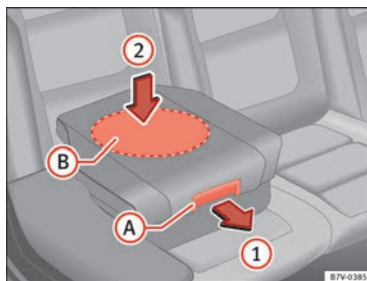

Fig. 33 Asiento integrado para niños: bajar el cojín.
- Tire del cojín hacia adelante por la palanca de desbloqueo ⇒ fig. 33 (A) en la dirección de la flecha 1.
- Empuje el cojín hacia abajo por la zona central (B) en la dirección de la flecha 2 para que encastre de forma segura ⇒ 1. Los soportes laterales se abaten automáticamente.